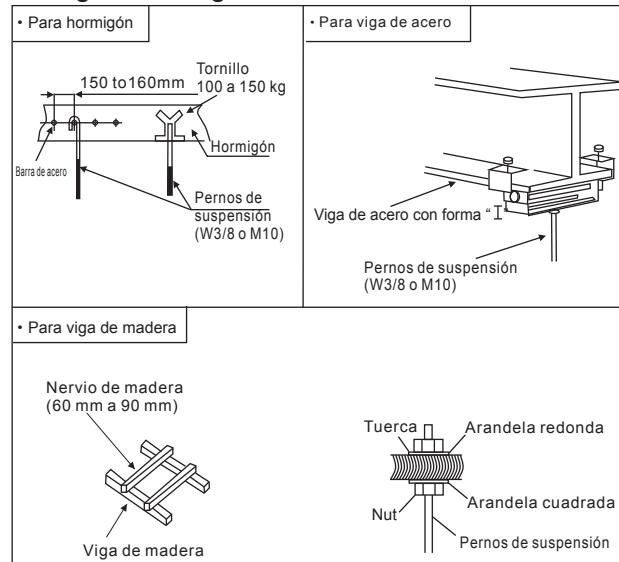

Fig. 3.3.1 Fijar los pernos de suspensión
- (1)Tenga en cuenta la dirección de las tuberías, el cableado y el mantenimiento, y elija la dirección y ubicación adecuadas para la instalación.
- (2)Instale los pernos de suspensión como se muestra en la siguiente Fig. 3.3.1.